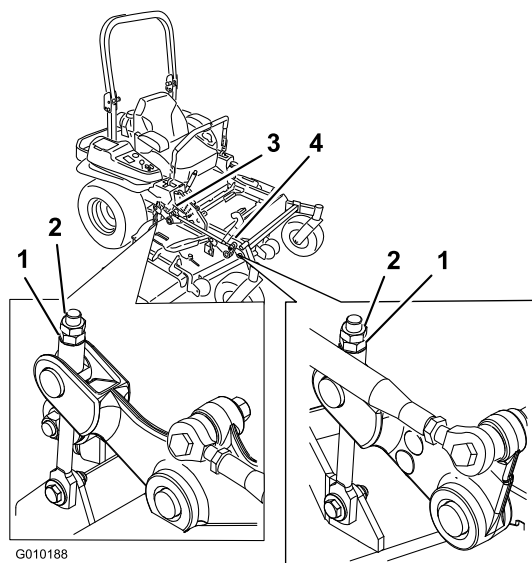

Bild 85
10. Drehen Sie die Einstellmutter am Frontmähwerkhub, um eine genaue Einstellung zu erreichen (Bild 85).
16. Drehen Sie die Einstellmutter am Frontmähwerkhub, um eine genaue Einstellung zu erreichen (Bild 85).